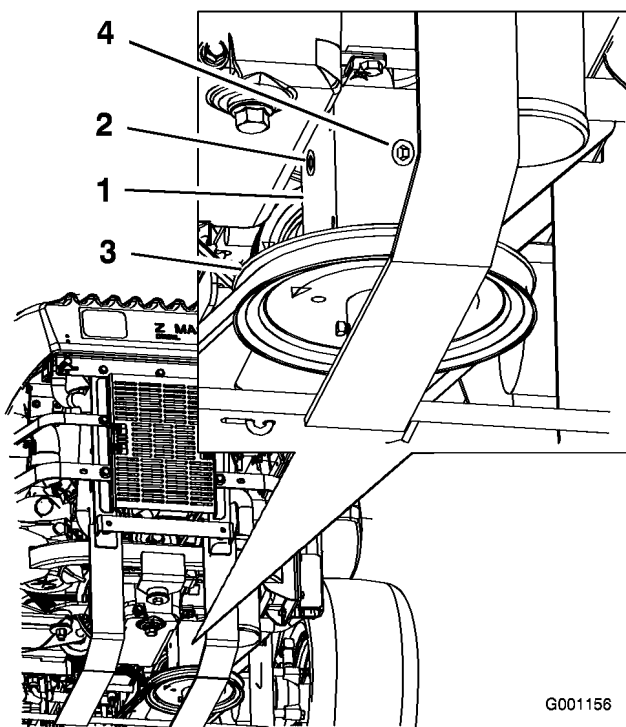

Figura 52
4. Togliete il tappo laterale o posteriore degli ingranaggi. (Figura 52).